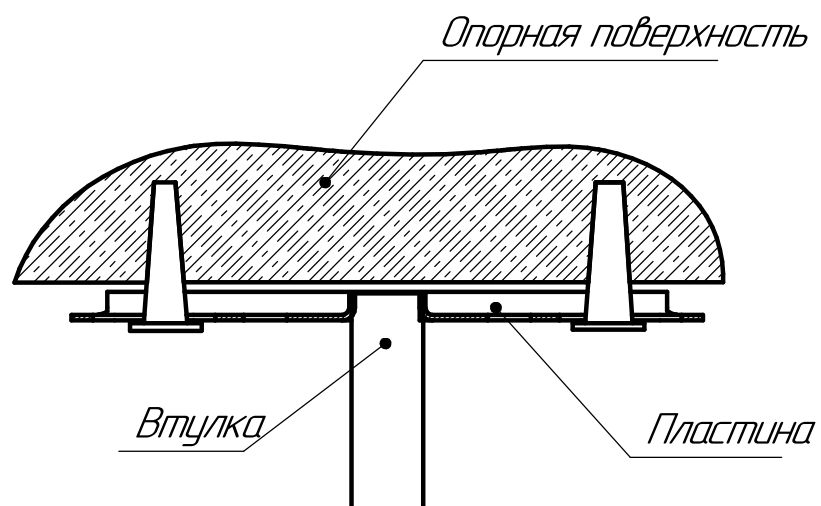

Рис.3. Способ монтажа светильника на опорную поверхность
6.2 Разметьте и смонтируйте на опорную поверхность крепежную пластину с закрепленной в ней резьбовой втулкой (Рис.3)